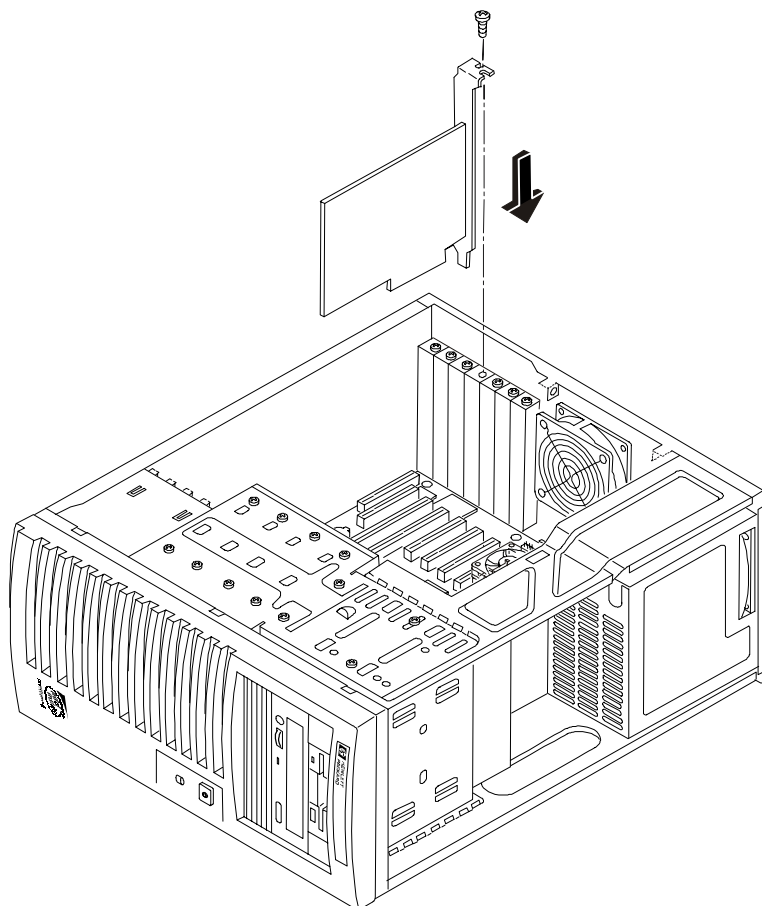

Figure 5-3. Insertion d'une carte d'extension
8. Insérez la carte d'extension dans son logement. Reportez-vous à la figure 5-3.